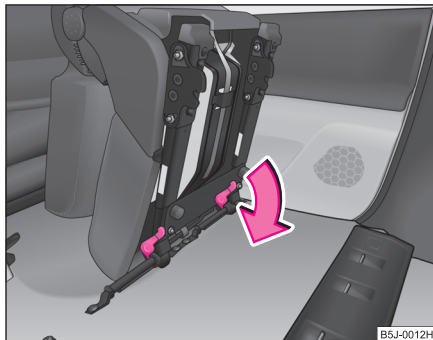

Abb. 55 Entriegelung des vorgeklappten Sitzes
- Den vorgeklappten Sitz durch Drücken der Sitzverriegelungen, in Pfeilrichtung, entriegeln ⇒ Abb. 55.
- Klappen Sie den äußeren Sitz vor ⇒ Seite 74 und entriegeln Sie ihn ⇒ Seite 75, Abb. 55.